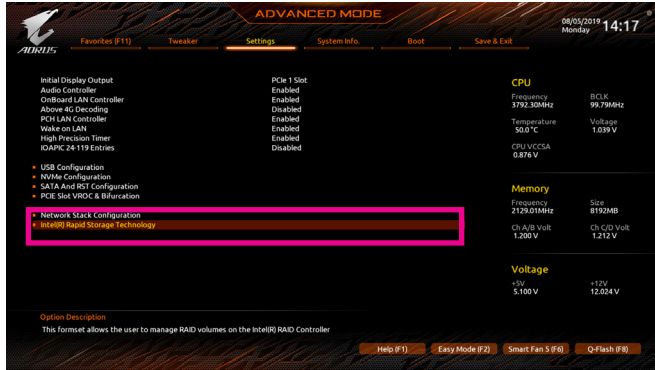

图3
重开机后，请进入BIOS程序设置画面，再进入「Settings\IO Ports\Intel(R) Rapid Storage Technology」子选单(图3)。